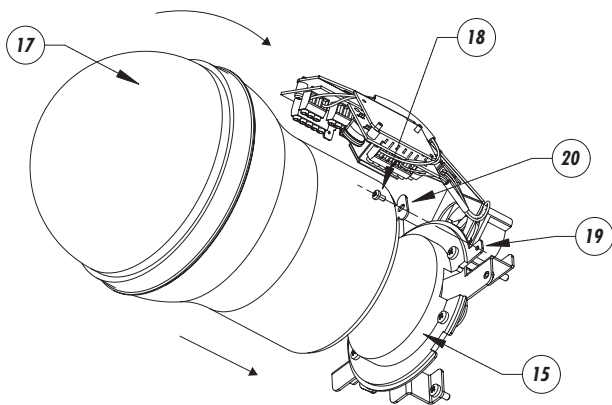

Fig. 13
- Allineare (Fig. 13) la dome (17) con la base di montaggio della telecamera (15). Una volta centrati effettuare una leggera rotazione della dome finché il foro della base di montaggio della telecamera (19) sarà allineato con l'asola della dome (20).
- Aligner (Fig. 13) le dôme (17) avec la base de fixation de la camera (15). Après les avoir centrés, tourner légèrement le dôme jusqu'à bloquer les goujons (20) dans les fentes correspondantes (19).
- Align (Fig. 13) the dome (17) to the camera mounting base (15). When centered, turn the dome slightly until the camera mounting base hole will be aligned to the dome one (20).
- Ausrichten (Fig. 13) des Dom (17) mit der Kamera-Befestigungsplatte (15). Den Dom leicht drehen, bis das Loch der Kamera-Befestigungsplatte mit dem Langloch der Dome überein stimmt.